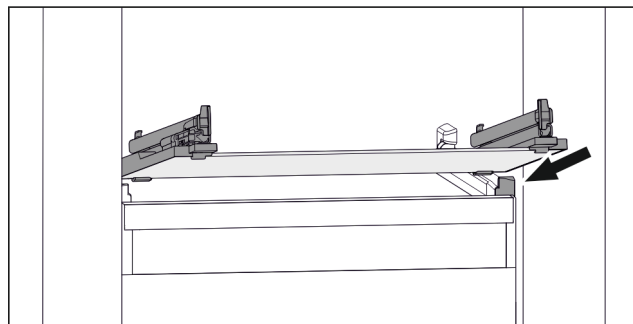

Fig. 140 Klaasplaadi näitlik kujutis
- ▶ Pange klaasplaat kaldu peatajate taga peale. (vt. Fig. 140)